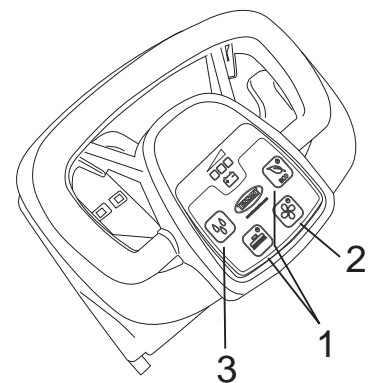

Fig.17
- Den Bürstenschalter oder den ECO-Schalter drücken (Abb. 17, Pkt. 1), zusätzlich zur Bürste werden die Absaugung und der Reinigungsmittelfluss eingeschaltet.
- Überprüfen Sie während der Arbeit die Reinigungsqualität und regulieren Sie den Reinigungsmittelfluss über den Schalter für den Reinigungsmittelfluss (Abb. 17, Pkt. 3).
- Drücken Sie den Bürstenschalter (Abb. 17, Pkt. 1).
- Schalten Sie die Absaugung aus, indem Sie den Saugschalter drücken (Abb. 17, Pkt. 2).